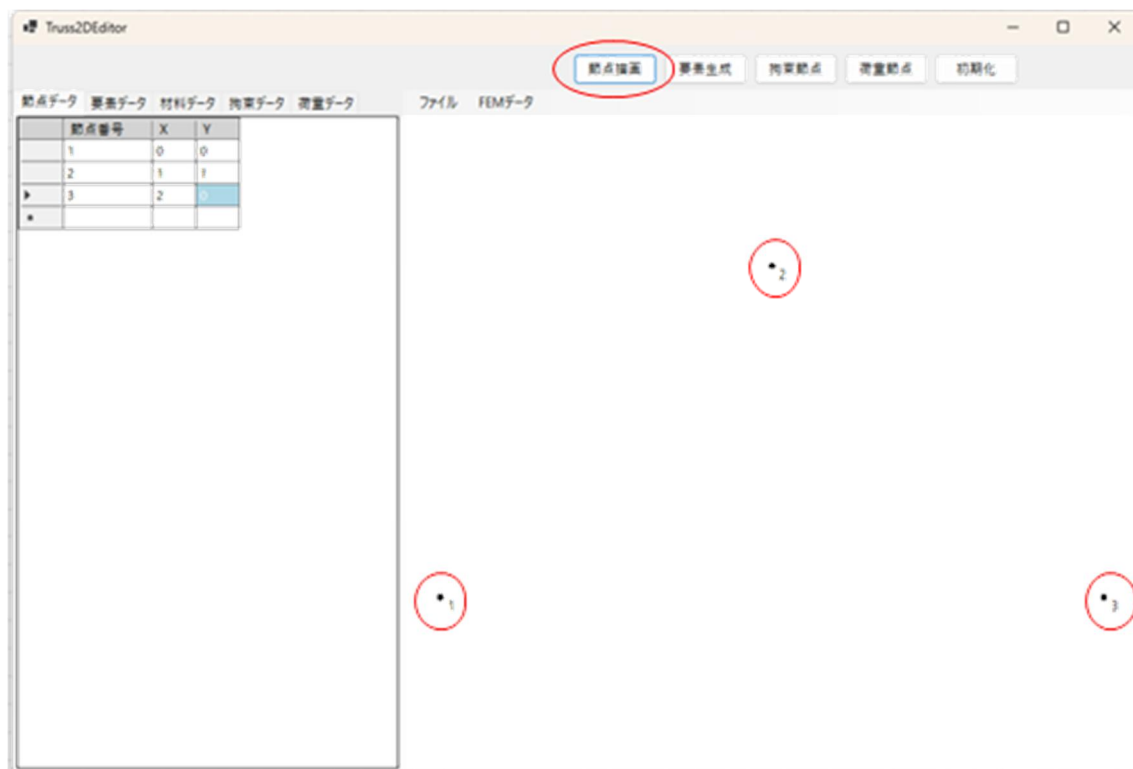

図 4 節点描画
節点の座標の入力が終了したら、③の作図ボタンの「節点描画」ボタンを押す。すると、⑤の作図領域に図 4 のよう